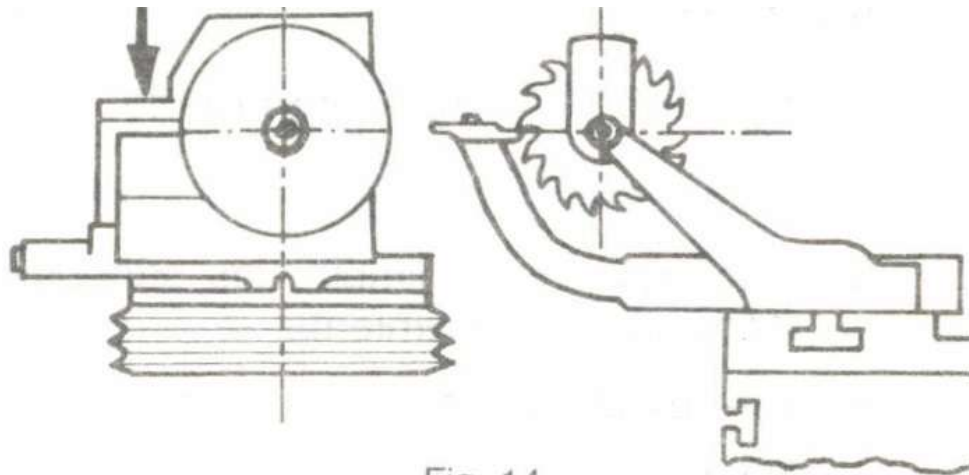

Fig. 14
- a. Alinee el centro del eje portamuela con el centro de las contrapuntas (Fig. 14).